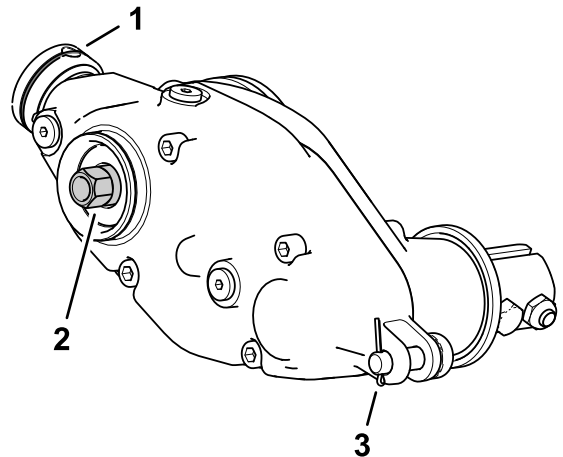

图14
5. 用木块或由另一个人固定滚刀将驱动箱轴上的六角头上紧扭矩至 135 150N·m 请参阅图14。